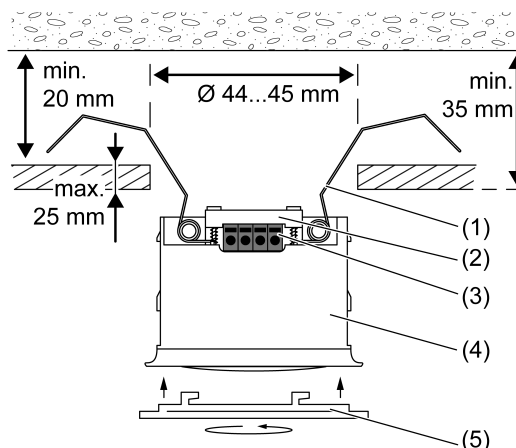

Imagen 2: Montaje en el entretecho
Grosor máx. del entretecho aprox. 25 mm. Profundidad de montaje mín. 35 mm. Distancia entre techo de hormigón y entretecho mín. 20 mm (Imagen 2).
- Realizar la abertura del techo \varnothing 44...45 mm (Imagen 2).
- Conectar la línea de conexión al borne (3) (Imagen 2).
- Asegurar el cable de conexión con la fijación de cable adjunta (2) (Imagen 2).
- Doblar hacia atrás la abrazadera elástica (1) e introducir el detector de movimiento (4) en el entretecho (Imagen 2).
- Insertar el anillo de diseño (5) y girarlo en el sentido de las agujas del reloj (Imagen 2).